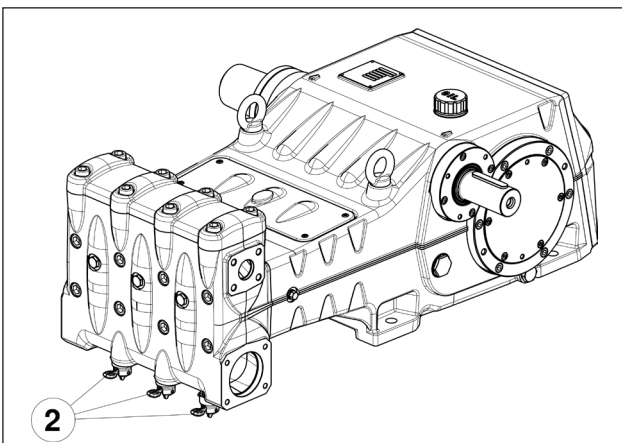

Abb. 9
Stellen Sie nach längerer Lagerung oder Stillstand die Funktionstüchtigkeit der Saugventile wieder her, indem Sie die drei Ventilheber öffnen (siehe Pos. ② Abb. 9) ausgelegt worden. Schließen Sie die Ventile vor Start der Pumpe wieder.